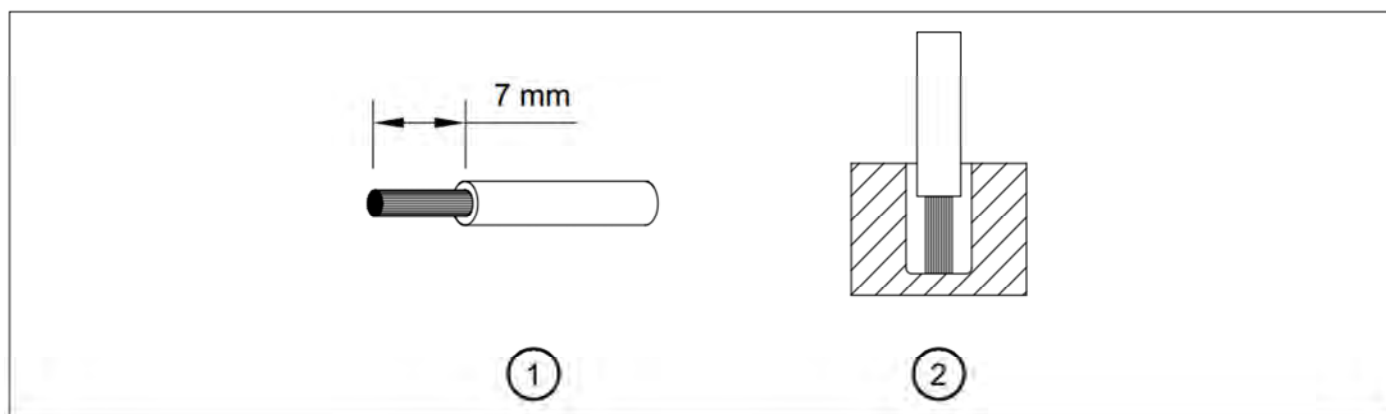

Рис. 5. Рекомендуемая длина зачистки провода.
Для надежного и безопасного подключения модуля резервного питания зачищенная длина проводника должна быть 7мм, см. рис.5 (1).
Обратите внимание, что зачищенный проводник должен быть полностью вставлен в клемму модуля, как показано на рис.5(2).